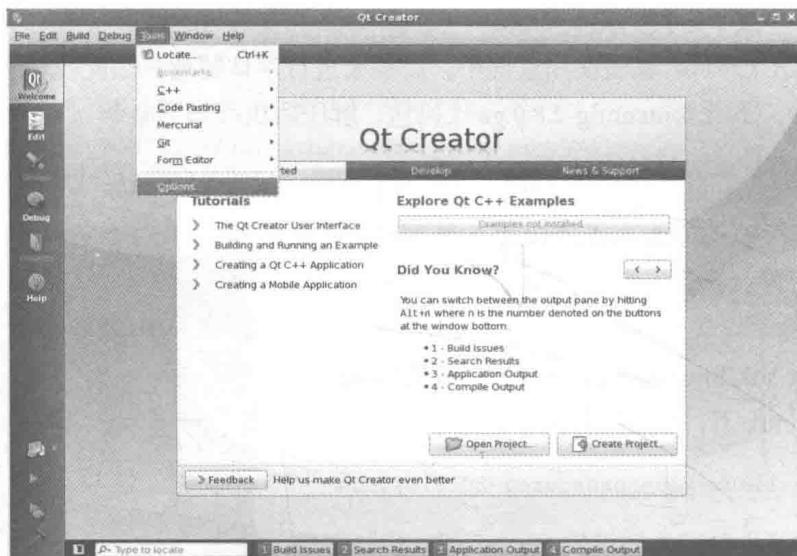

图 9-3 Options 设置菜单
(4) 下面分别配置 Linux 下编译 X86 平台程序的编译器环境和编译 ARM 平台程序的编译器环境。点击“Tools”进入“Options”菜单，如图 9-3 所示。